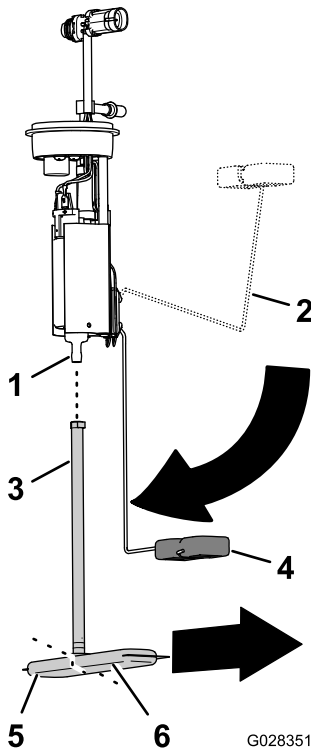

Figure 76
1. Détachez le tube d'aspiration du filtre à carburant du raccord de la pompe à carburant (Figure 76).
2. Alignez le tube d'aspiration du filtre à carburant de rechange et le raccord de la pompe à carburant (Figure 76).
3. Alignez la longue patte du filtre à carburant sur le flotteur quand le bras du flotteur est à la position réservoir vide (Figure 76).
4. Insérez le raccord de la pompe à carburant dans le tube d'aspiration jusqu'à ce que le raccord soit parfaitement engagé (Figure 76).
2. Insérez la pompe à carburant/transmetteur dans le goulot du réservoir (Figure 75 et Figure 76).